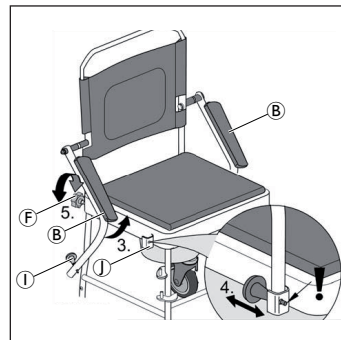

Fig. 3
3. Armlehnen (B) auf beiden Seiten nach oben schwenken, bis der Federstift (1) in die Bohrung der Arretierung (1) am Sitzgestell einrastet (Fig. 3).
4. Sterngriffschraube (F) komplett eindrehen (handfest) (Fig. 3).